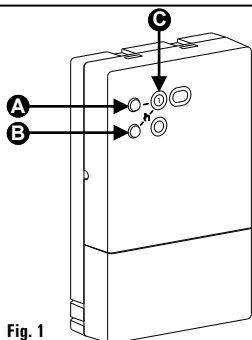

Fig. 1
DESCRIPCIÓN MECÁNICA LED (C en Fig. 1)
BOTÓN DE AUTOAPRENDIZAJE (A en Fig. 1)
BOTÓN MANEJO MANUAL (B en Fig. 1)
Para probar la instalación, es posible forzar manualmente la conmutación del relé de salida presionando el botón de manejo manual (B) Fig.1. Presionando repetidas veces el botón se puede desplazar en el ciclo por los siguientes estados: